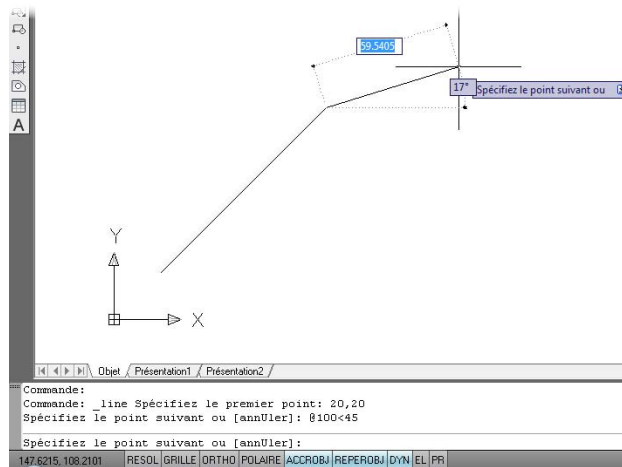

Figure 2.59
3. Au point : **@100<45** (voir Figure 2.59).